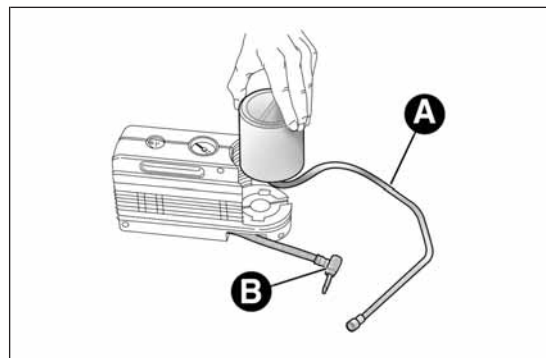

fig. 133
- ☐ retirar el acoplamiento A fig. 133 y desconectar el tubo B;